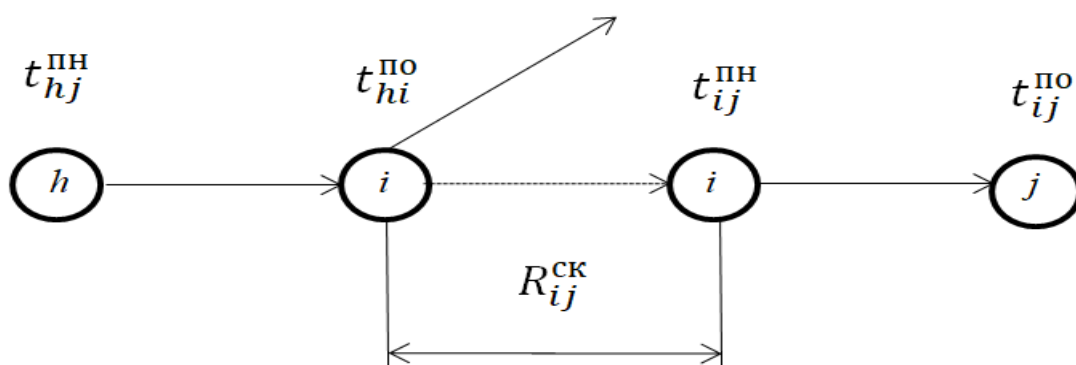

Рисунок 14
**Свободный резерв времени начала работы**  $R_{ij}^{ch}$  — максимальное время, на которое можно увеличить продолжительность данной работы или перенести ее начало на более раннее время без изменения позднего окончания предшествующих работ. Он равен разности между поздним началом данной работы и поздним окончанием предшествующей работы (рис. 14):